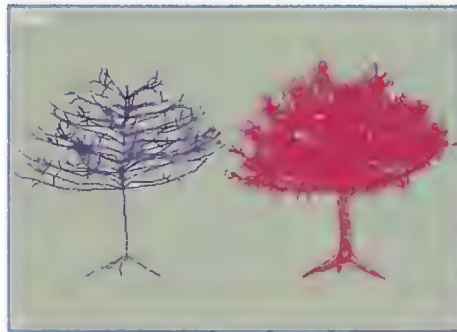

IMAGEN 3. LOS DOS MODOS DE VISIONADO DE LOS ARBOLES.
- *Branch View*: si activamos esta opción, obtendremos una visión del esqueleto del árbol, sin tronco, hojas y demás detalles. Es bastante útil para trabajar con los árboles de forma rápida cuando sólo necesitamos saber su ubicación en la escena (imagen 3). La diferencia de velocidad de manipulación es abismal.